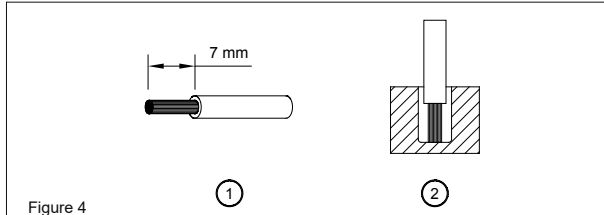

Figure 4
Sie können flexible (feindrähtige Leitung) oder feste Kabel mit einem Querschnitt von 0,52-5,3 mm2 (AWG 20-10) und einem Anzugsmoment von 4,57 kgf-cm (3,96 lb in) verwenden. Um sichere und stoßfeste Anschlüsse gewährleisten zu können, sollte die Absisolierlänge 7 mm betragen (siehe Abb. 4 (1)). Bitte sorgen Sie dafür, dass die Kabel vollständig in die Anschlussklemmen eingeführt werden, siehe Abb. 4 (2).